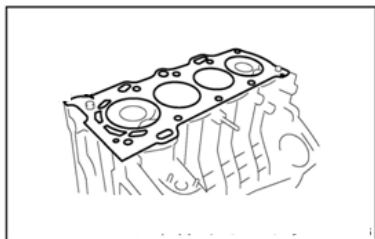

Рисунок II-172
11. Установите новую прокладку ГБЦ. ((см. Рисунок II-172)